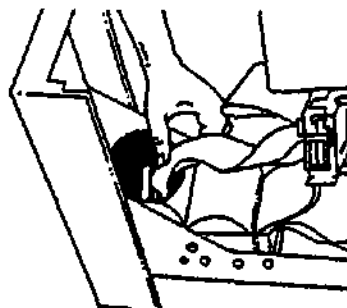

Рис. 5-22: Заправка желтой бумаги в щель на приемной катушке.
8. Заправьте край желтой бумаги в щель в средней части приемной катушки (Рис. 5-22).